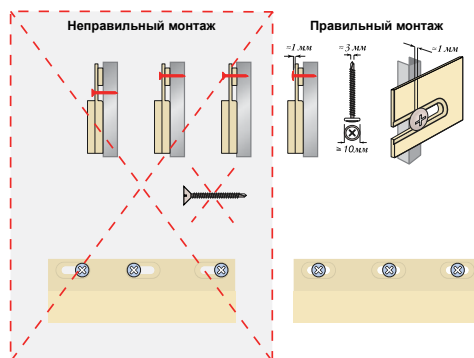

Рис. 3
- Закрепите профиль J18/ J26/ J30 по аналогии с монтажом всех используемых элементов системы (Рис. 3). Для того, чтобы завести панель в профиль J18/ J26/ J30, его достаточно отогнуть.
ствуясь рекомендациями (Рис. 3). Последующие панели устанавливаются аналогично.